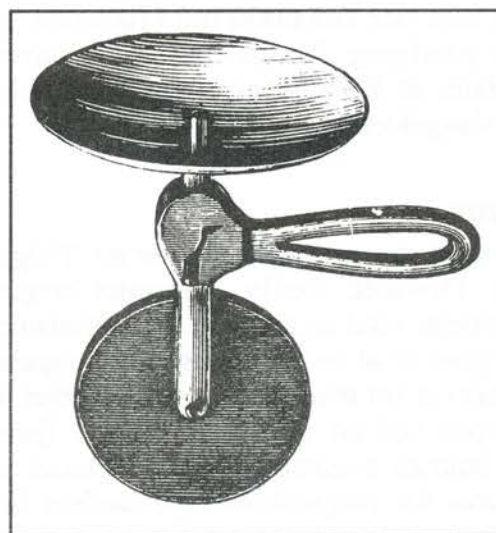

Fig. 8. Lampe for magnesiumbånd fra J.L. Nerlins katalog fra år 1900.
Hvilke blitzapparater var på markedet i Norge på den tid? Det ældst tilgængelige salgskatalog jeg har set er J.L. Nerliens fra 1900 (18), her er udvalget ganske stort, i alt seks forskellige, både til indblæsning af magnesiumpulver brug af magnesiumtråd og til blitzpulver, med oxygenafgivende stof. Blitz-(lynlys-) pulveret kostede kr 0,60 pr. gram. Prisen på lamperne varierede fra kr 3,50 til kr 28,00. På fig. 8 er vist lampen for magnesiumbånd, (kr 5,00), og på fig. 9 den dyreste til blitzpulver til kr 28,00 med stativ. I Nerliens katalog for 1907 (9), som rigtignok er mindre findes kun én blitzlampe - til blitzpulver, af en anden konstruktion end nogen af dem i 1900- kataloget. Prisen for denne var også kr 5,00, fig. 10. I kataloget for 1911 (20) er yderligere kommet en Agfa lynpulverlampe, med fast tændsats og til pneumatisk udløsning til kr 4,50 plus kr 2,00 for fod, slange og gummibold. Dette med at lampen for rent magnesiumpulver (altså med kontinuerlig hjælpeflamme) forsvinder fra katalogerne stemmer godt med oplysningerne fra M. Andresen, Berlin (21). Han skriver at magne-